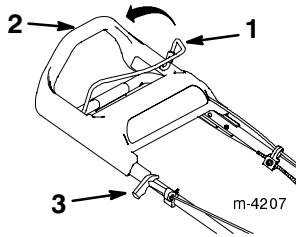

Figure 7
2. Serrer la barre de commande de lame contre le mancheron (Fig. 7).
3. Tirer lentement la poignée du lanceur jusqu'à ce qu'on sente une résistance, puis la tirer vigoureusement (Fig. 7). Laisser la poignée du lanceur revenir lentement jusqu'au mancheron.